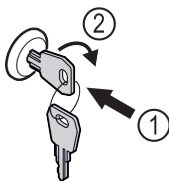

Fig. 170
- ▶ Įspauskite raktą Fig. 170 (1).
- ▶ Pasukite raktą 90° pagal laikrodžio rodyklę Fig. 170 (2).